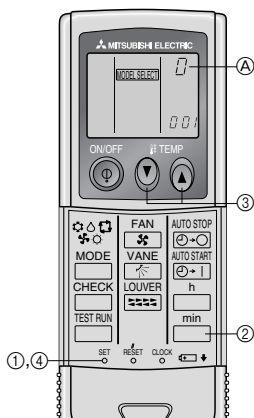

Fig. 6-7
4) Καθορισμός ενός τηλεχειριστήριου για κάθε μονάδα (Fig. 6-7)